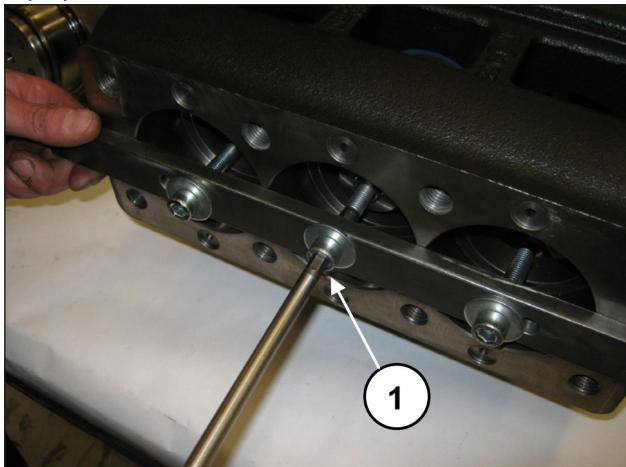

Рис. 32
Открутите винты инструмента арт. 27566200, чтобы разблокировать шатуны (поз. ①, Рис. 32), а затем извлеките шатуны с направляющими поршня из заднего отверстия картера (поз. ①, Рис. 33).
Зафиксируйте все три узла с помощью специального инструмента, арт. 27566200 (поз. ①, Рис. 32).
Снимите инструмент блокировки шатунов, арт. 27566200 (поз. ①, Рис. 32).